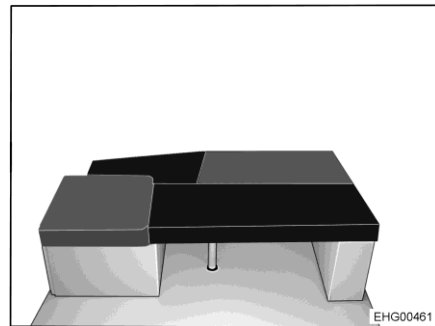

Fig. 177 Après la transformation
- Poser le coussin supplémentaire rectangulaire sur la table (voir Fig. 177).
- Poser le coussin supplémentaire rectangulaire entre le siège latéral et la banquette individuelle sur la longue extension de couchage (voir Fig. 177).